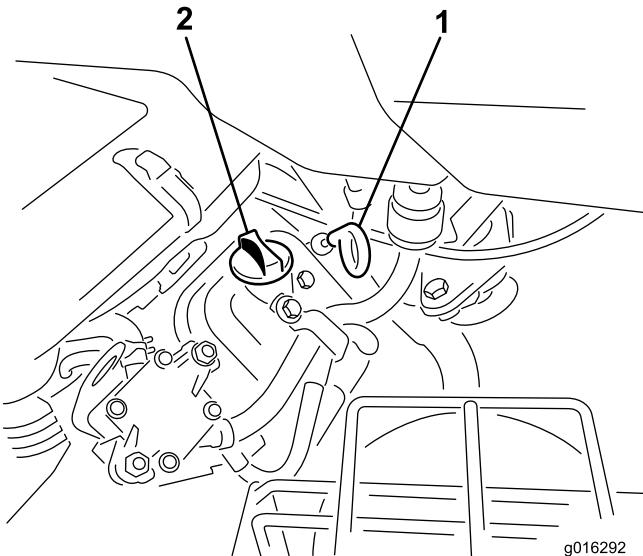

Figure 28
2. Dévissez la jauge et essuyez-la sur un chiffon propre. Revissez la jauge dans le tube en l'enfonçant au maximum (Figure 28).